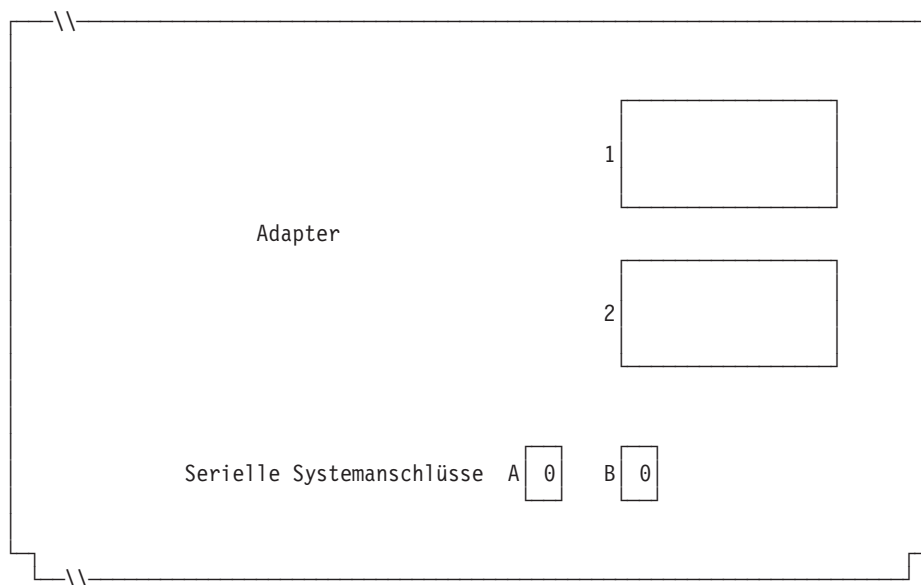

Abbildung 124. Rechte Seite der Rückseite einer Kombination Handelscomputer/Datenkase IBM 4694-3x7
6. Wird ein asynchroner Anschluss durch die Kassenanwendungen benutzt, in Abb. 124 auf Seite 356 die Anschlussnummer eintragen. Eine Null (0) eintragen, wenn die Datenkasse einen Anschluss nicht benutzt. Gültige Anschlussnummern sind 1, 2, 3 und 4.